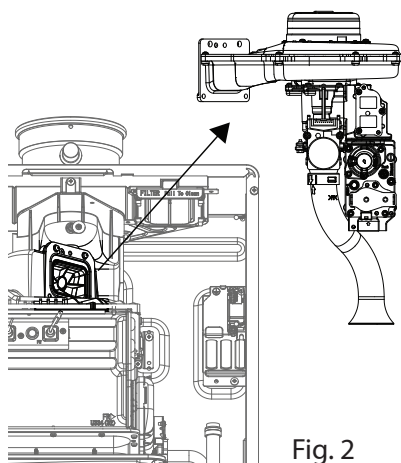

Fig. 2
3. Rimuovere le 3 viti che fissano il ventilatore e separare il blocco ventilatore e valvola gas. (Fig. 2).